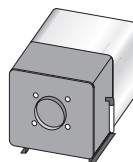

図7
- ⑤フィルタケースフタのツメをフィルタケースの溝に合わせて、コーナークランプで固定してください。(図7)